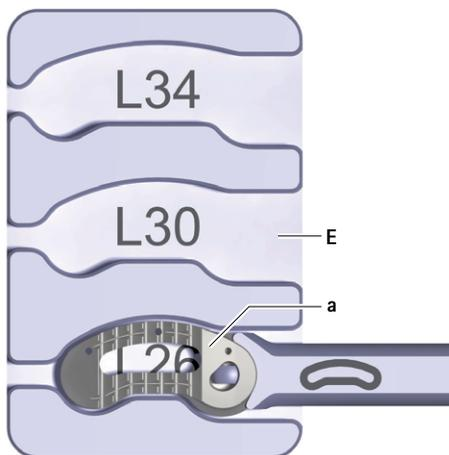

Fig. 9 Impianto nel supporto di riempimento
- ▶ Inserire l'impianto **a** nel supporto di riempimento **E**, vedere Fig. 9. Rispettare la lunghezza dell'impianto (scritta sul supporto di riempimento: L26/L30/L34).